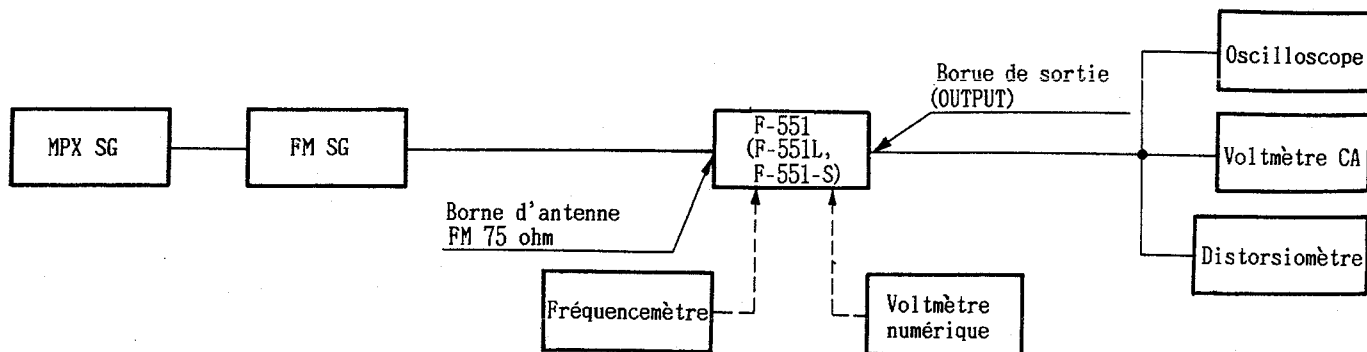

Fig.2-1. Diagramme de reccordement de réglage FM
- Conecte como es indicado en la Fig.2-1.